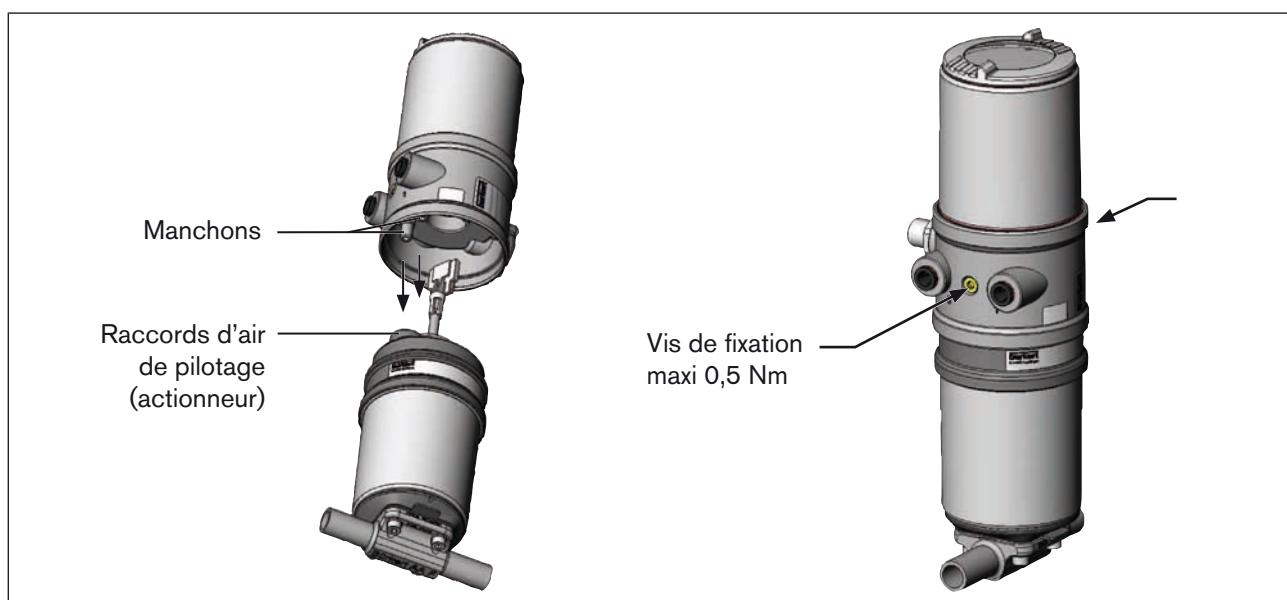

Figure 16 : Montage du positionneur
2. que les manchons du positionneur entrent dans les raccords d'air de pilotage de l'actionneur (voir également « Figure 16 »).